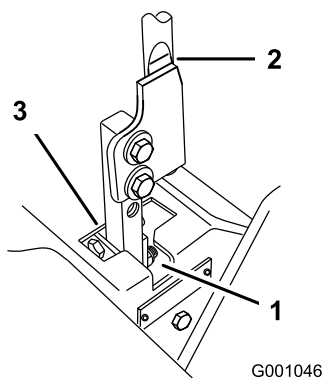

Figure 68
5. Placez le levier au point mort, **sans le verrouiller** (Figure 68).
6. Tirez le levier en arrière jusqu'à ce que l'axe de chape (situé sur le bras au-dessous de l'axe de pivot) touche l'extrémité de la fente (c.-à-d. commence juste à appuyer sur le ressort) (Figure 68).
7. Vérifiez la position du levier par rapport au cran de la console (Figure 68). Il doit être centré de façon à pouvoir pivoter vers l'extérieur jusqu'à la position de verrouillage du point mort.